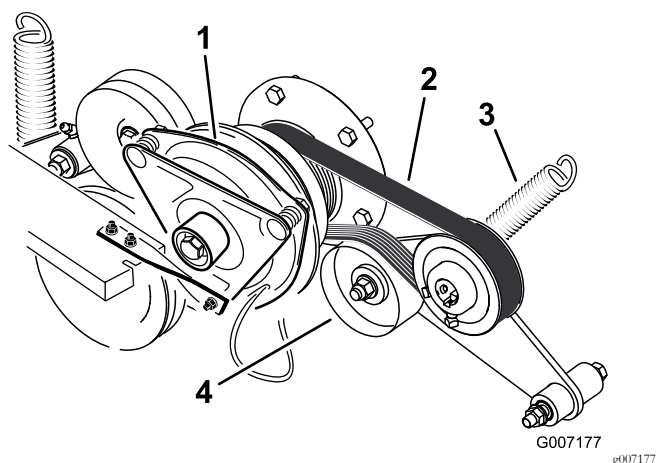

Figura 70
3. Retire el muelle del brazo de la polea tensora (Figura 70).
4. Instale la correa nueva alrededor de la polea del motor y de la bomba hidrostática (Figura 70).
6. Instale el muelle en el brazo tensor (Figura 70).